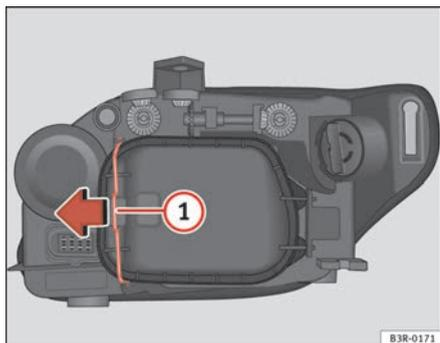

Abb. 193 Abblendlicht
Obwohl es nicht nötig ist, den Deckel abnehmen ⇒ Seite 263, Abb. 193, was den Ersatz des Blinklichts erleichtert. ■
- Den Spanner ⇒ Abb. 193 ① in Pfeilrichtung bewegen und den Deckel abnehmen, indem zuerst die Seite des Spanners und danach die beiden Laschen des anderen Endes des Deckels abgenommen werden.